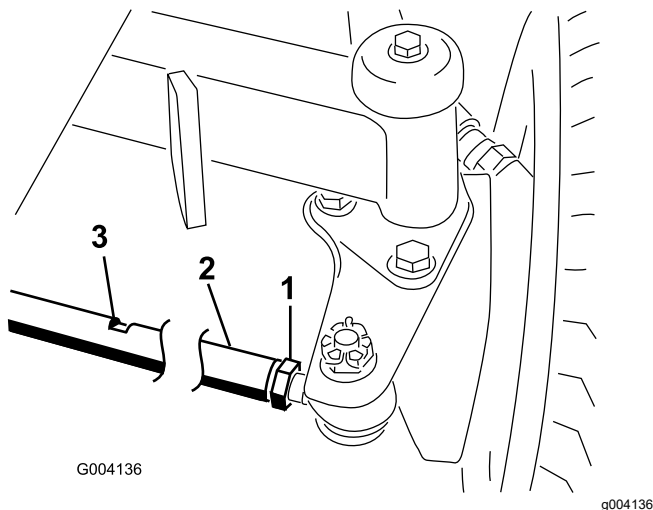

Figura 61
2. Afloje las contratuercas de ambos extremos del tirante (Figura 61).
3. Para girar las ruedas, gire el tirante con la ayuda de una llave en los segmentos planos (Figura 61).
6. Apriete las contratuercas en ambos extremos del tirante (Figura 61).